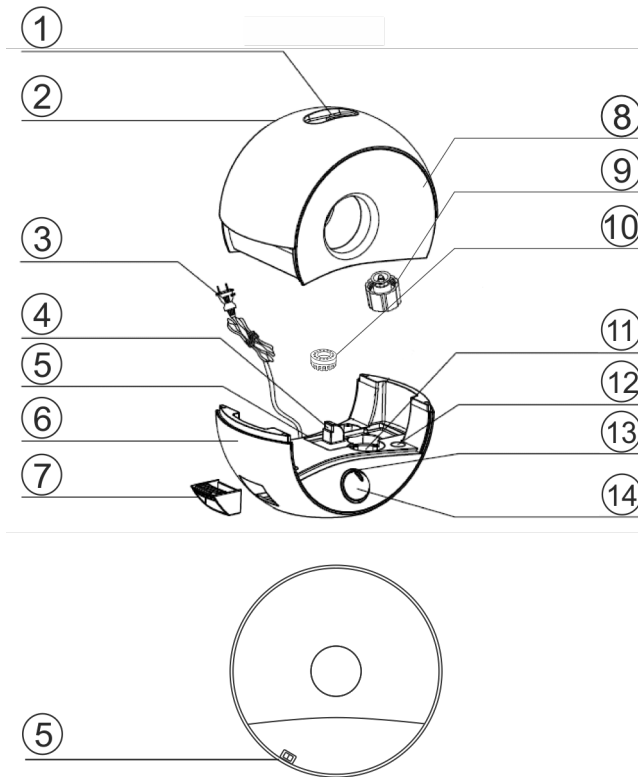

Рис. 1
2. Открутите крышку резервуара (9) против часовой стрелки (см. рис. 1).
4. Закрутите крышку резервуара (9) по часовой стрелке. Убедитесь в плотной фиксации крышки резервуара.
Для включения/ выключения ионизатора и подсветки воды нажмите соответствующую кнопку (5). (см. рис. 1)